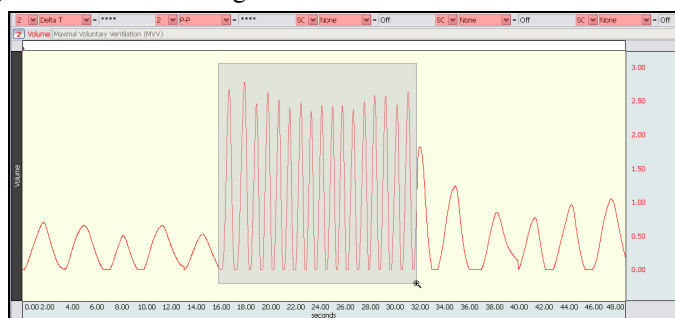

Fig. 13.25 Zoom en datos de respiración rápida/profunda
- Use la herramienta de Zoom para ajustar su ventana para una vista óptima de la porción de respiración profunda del registro (Fig. 13.25).